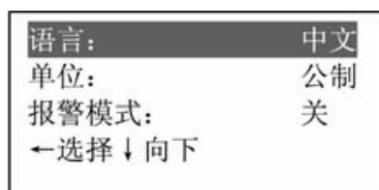
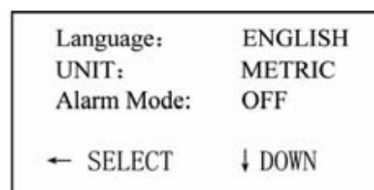

Abbildung 25
Abbildung 26
- d. Verwenden Sie die „↑“ oder „↓“, um zum Menüpunkt „Language“ (Sprache) zu gelangen. Drücken Sie „←“, um zwischen Chinesisch und Englisch zu wechseln (wie in Abbildung 25 und Abbildung 26 dargestellt).